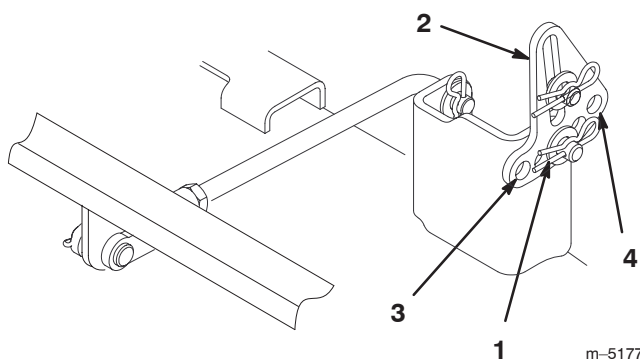

Figure 38
7. Enlevez la goupille fendue et la rondelle de l'une des pattes de mise à niveau (Fig. 38). Pour mettre les lames de niveau, fixez les pattes de mise à niveau dans un autre trou à l'aide de la rondelle et de la goupille fendue (Fig. 38). Utilisez un trou plus en avant pour réduire la hauteur de la lame, ou un trou plus en arrière pour l'augmenter. Réglez les deux côtés selon les besoins.